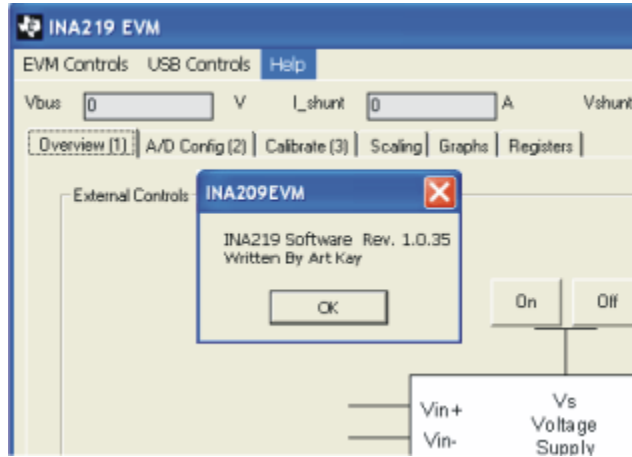

图 4-6. 当前软件版本
*Help...About* 功能可用于检查当前软件版本, 如图 4-6 所示。本文档基于版本 1.0.35。